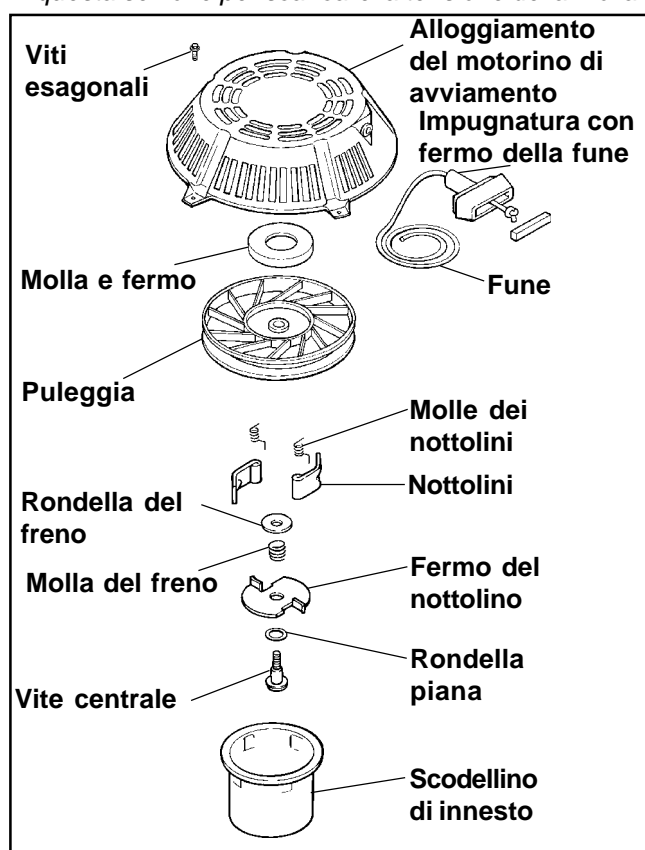

Figura 7-1. Motorino di avviamento a riavvolgimento - Esploso.
2. Sostituire tutti i componenti usurati o danneggiati. Utilizzare esclusivamente i ricambi originali Kohler indicati nel Catalogo Ricambi. Tutti i componenti illustrati in Figura 7-1 sono disponibili come ricambi. Non utilizzare altri componenti.